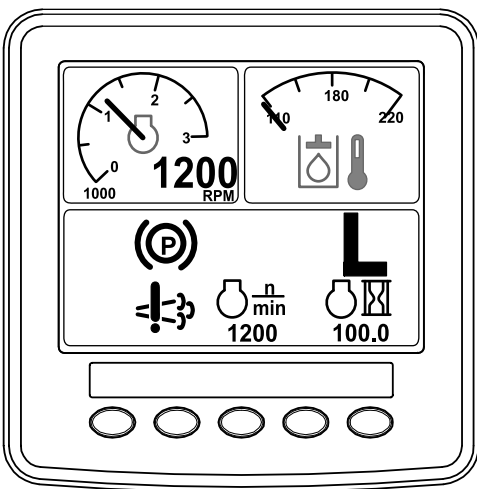

Figura 47
- Aparece el icono de regeneración de recuperación en el InfoCenter (Figura 47).